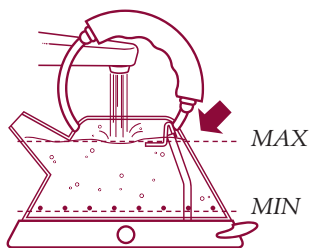

Fig. 6
- No superar el nivel máximo de 1,5 litro (límite señalado por el indicador de nivel máximo, situado en el interior del hervidor (fig. 6). El llenado excesivo del hervidor, sobre el nivel máximo, implica el riesgo de salida de agua hirviendo por el pico de vertido y, de consecuencia, peligro de quemaduras.